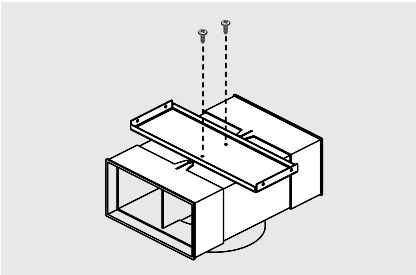

Figura 9.
b. Asegure el soporte base al deflector usando 2 tornillos ST 4.2X10. (Ver Figura 9).